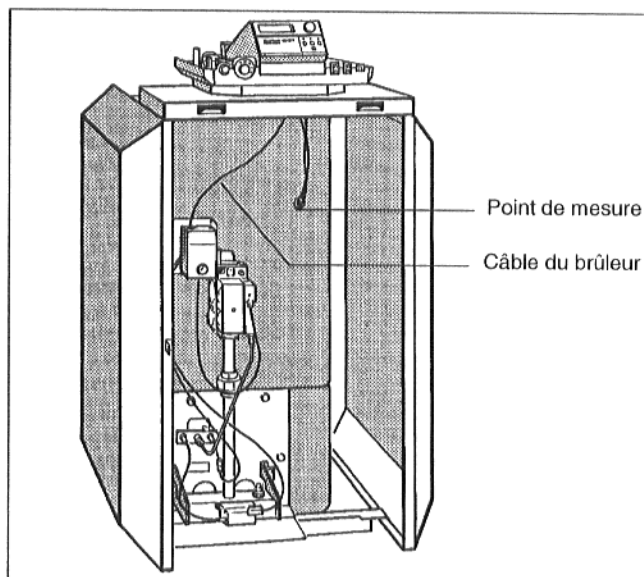

Fig. 16 Capot avant de la chaudière
- Insérer les tubes capillaires de la sonde pyrométrique et, dans le cas du réglage "Ecomatic", le câble de la sonde pyrométrique de l'eau de chaudière sous le capot avant, vers l'avant, jusqu'au point de mesure. Ne dérouler que la longueur voulue (Fig. 16).
- Mener le câble du brûleur et, dans le modèle G124 XV, le câble de raccordement de la pompe sous le capot avant, vers l'arrière, jusqu'au côté de raccordement de l'appareil de réglage (Fig. 16).